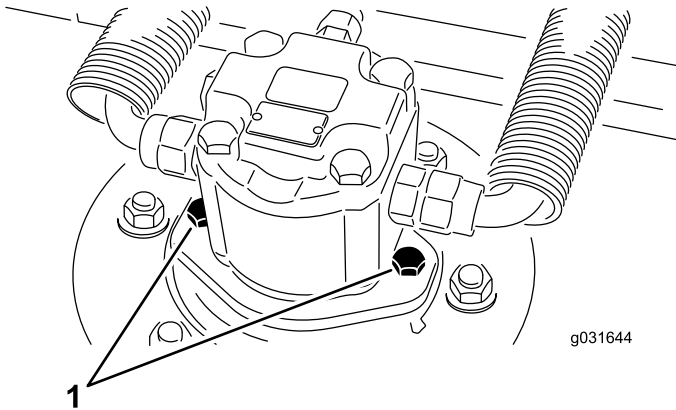

図 68
2. 油圧モータ取り付けねじを外して、カッティングユニットから油圧モータを外す **図 68**。
4. 油圧モータ取り付けねじで、カッティングユニットに油圧モータを取り付ける **図 68**。